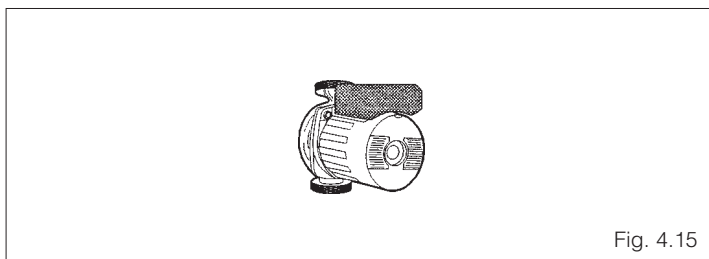

Fig. 4.15
- verificare inoltre il corretto funzionamento del circolatore (fig. 4.15).